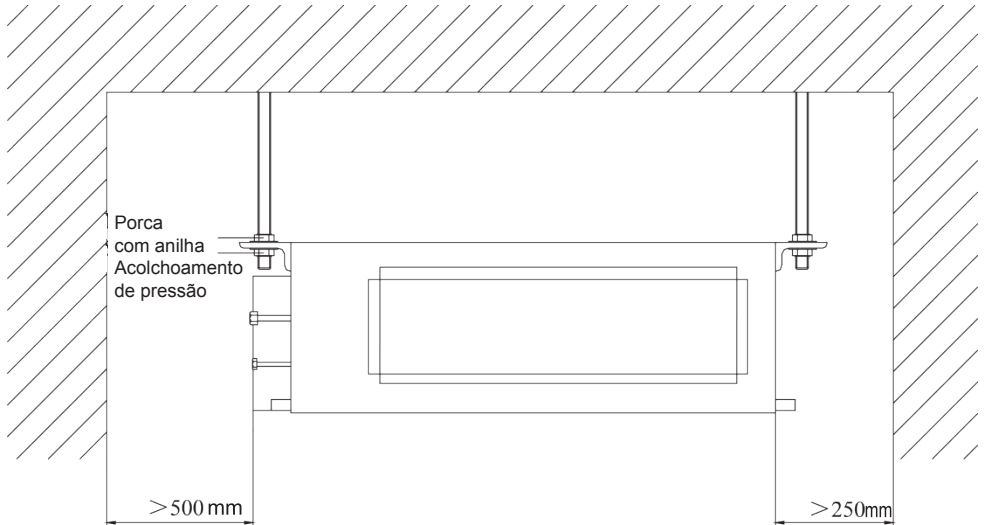

Fig. 2
- 4) Certifique-se de que é deixado o espaço de instalação mostrado na Fig. 2 para acesso de manutenção.